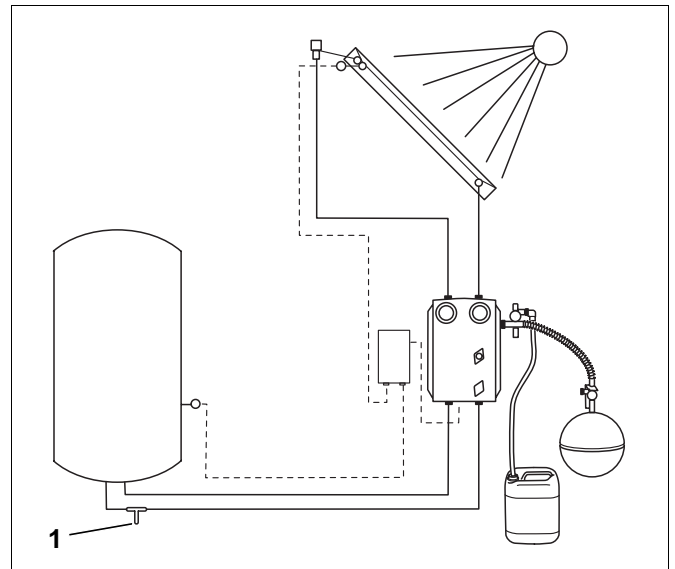
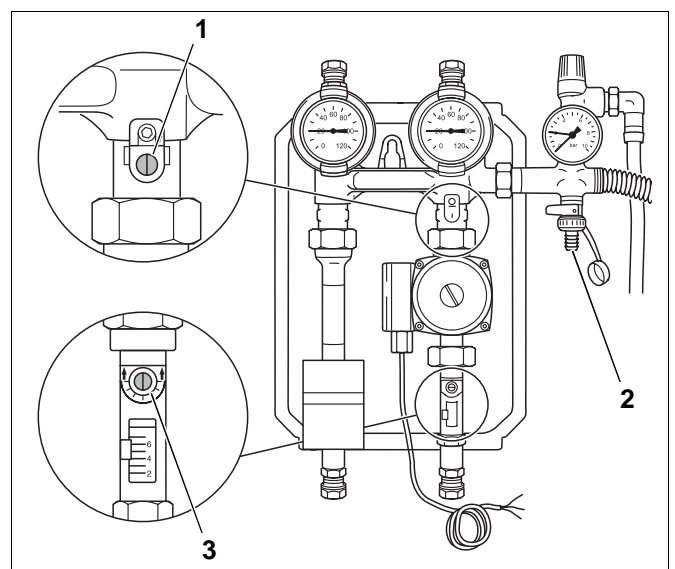

Abb. 11 Position des FE-Hahns
Abb. 13 Kompletstation mit Absperrvorrichtungen
- Montieren Sie in die Rücklaufleitung am tiefsten Punkt der Anlage eine Vorrichtung zum Füllen bzw. Entleeren der Solaranlage (T-Stück mit FE-Hahn, Abb. 11, **Pos. 1**).
- Um die Schwerkraftbremse zu öffnen, muss der Schlitz der Stellschraube (Abb. 13, **Pos. 1**) in senkrechte Stellung gebracht werden.
- Um den Durchflussbegrenzer zu öffnen, muss der Schlitz der Stellschraube (Abb. 13, **Pos. 3**) in senkrechte Stellung gebracht werden.
- An den FE-Hahn der Sicherheitsgruppe (Abb. 13, **Pos. 2**) ist ein Schlauch anzuschließen, der mit dem Wassernetz verbunden ist.
- Den FE-Hahn an der Sicherheitsgruppe (Abb. 13, **Pos. 2**) sowie den FE-Hahn an der Rücklaufleitung des Speichers (Abb. 11, **Pos. 1**) öffnen.